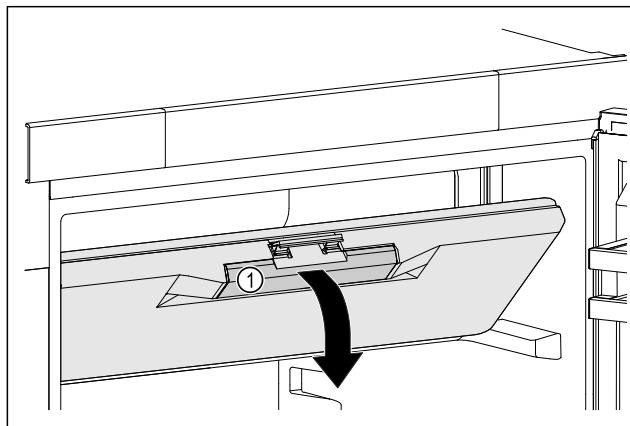

Fig. 51
- Dotkněte se dvířek mrazicího oddílu na prohlubni rukojeti Fig. 51 (1).